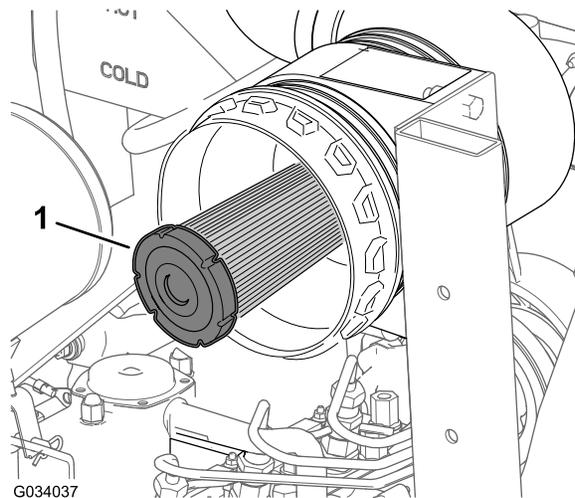

Рисунок 47
2. Проверьте контрольный фильтр воздухоочистителя на отсутствие пыли и загрязнений (Рисунок 47).
**Внимание:** Никогда не пытайтесь очистить контрольный фильтр (Рисунок 47). Замену контрольного фильтра следует производить после каждых трех обслуживаний фильтра грубой очистки.